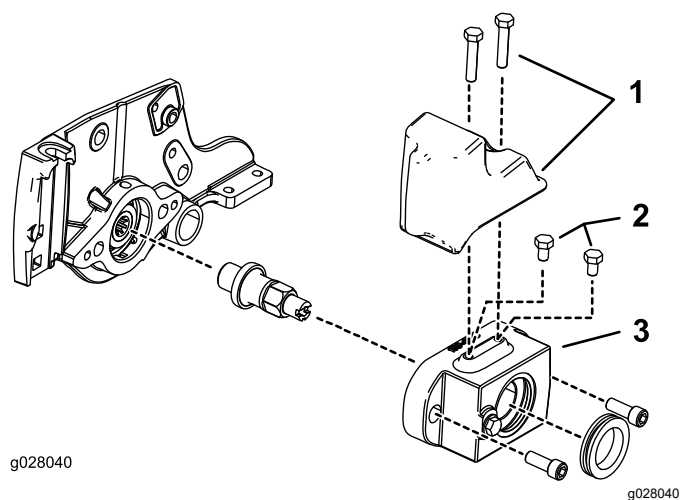

Figura 5
- **Para un motor de molinete con transmisión hidráulica:** instale 2 pernos ($\frac{5}{16}$ " x $\frac{1}{2}$ ") en la parte superior del alojamiento del cepillo del rodillo, tal y como se muestra en la Figura 5 (motores de molinete de 12,7 cm hidráulico solamente).
- **Para un motor de molinete de accionamiento eléctrico:** Solicite e instale 1 contrapeso (Pieza N° 127-4259-03) y 2 pernos (Pieza N° 322-7), tal y como se muestra en la Figura 5.